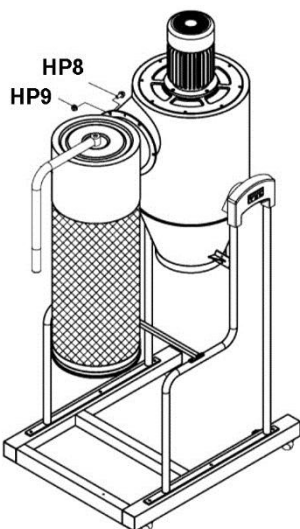

Рис. 9
10. Между фильтром и основным корпусом установите прокладку (W). Вставьте фильтр в корпус и прикрутите с помощью винтов с шестигранной головкой и фланцем (HP8) и гаек (HP9). См. Рис. 9.